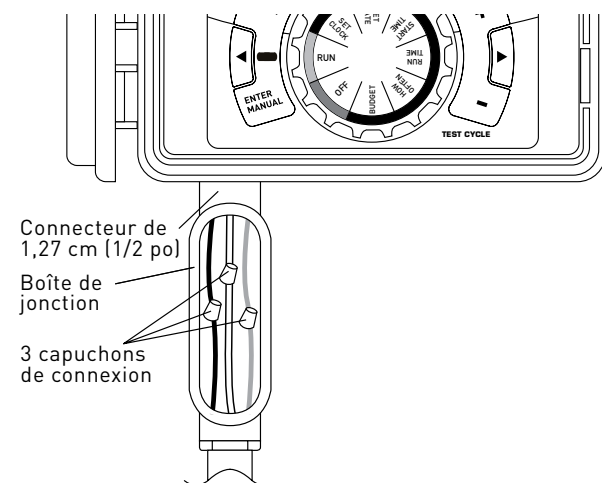

Figure 5: Utilisation d'une boîte de jonction
Emplacement à l'extérieur – si une prise couverte avec disjoncteur de fuite à la terre est disponible, insérez la fiche du cordon d'alimentation dans la prise de 110 V. Si aucune prise n'est disponible, vous devez raccorder le câblage du contrôleur façon permanente (*consultez la figure 5)
- Raccordez la boîte de jonction au contrôleur à l'aide d'une tige filetée de 1,27 cm (1/2 po) (la boîte de jonction et la tige filetée ne sont pas incluses). [Consultez la figure 5.] Raccordez le conduit de la source d'alimentation électrique à l'entrée de la boîte de jonction en vous conformant à tous les codes appropriés.